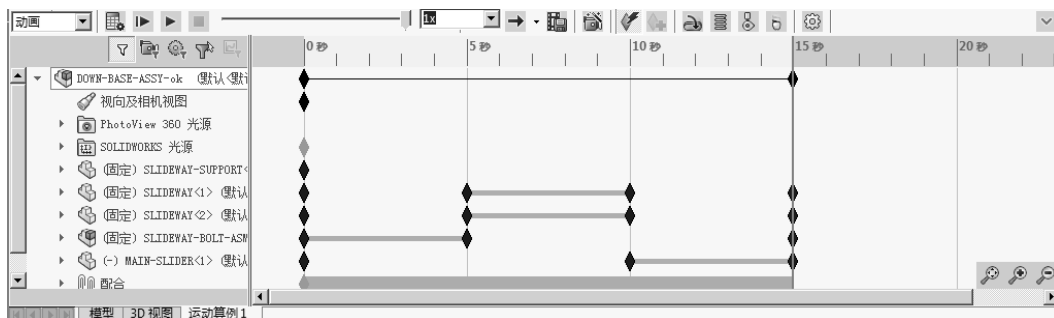

图 11.2.6 运动算例界面
Step8. 单击 **下一步(N) >** 按钮，系统切换到“动画控制选项”对话框，在 **时间长度(秒) (D):** 文本框中输入值 15.0，在 **开始时间(秒) (S):** 文本框中输入值 0，单击 **完成** 按钮，完成运动算例的创建，运动算例界面如图 11.2.6 所示。